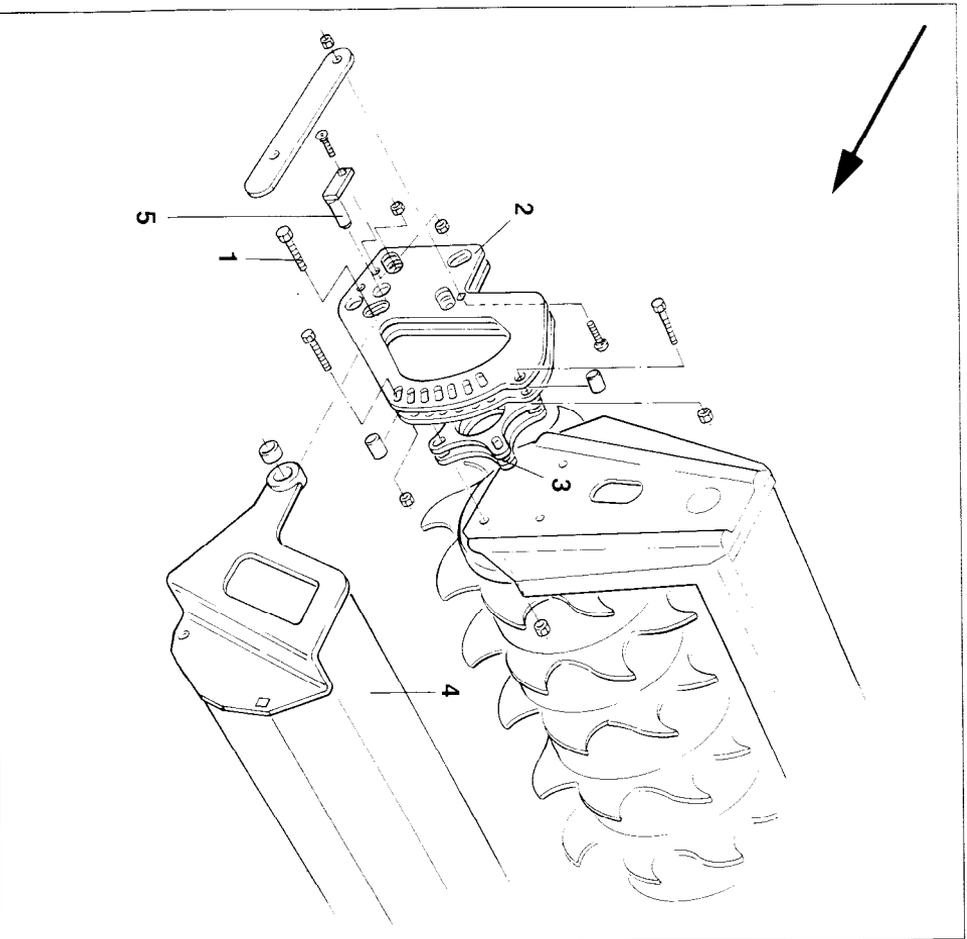

Fig. 9.5
- Walze so abstützen, daß die Walze nicht wegrollen kann. Die vier Skt.-Schrauben (Fig. 9.5/1), mit denen die Lager befestigt sind, herausschrauben. Vorhandene Skt.-Schrauben (Fig. 9.5/1) wie folgt austauschen:
- Verstellsegmente (Fig. 9.5/2) mit Distanzstücken (Fig. 9.5/3) an der Packerwalze befestigen. Die Anzahl der benötigten Distanzstücke richtet sich nach der Breite der Planierschiene und muß auf beiden Seiten gleich groß sein.
- Planierschiene (Fig. 9.5/4) zwischen die Platten der Verstellsegmente schieben und mit Anlenkbolzen (Fig. 9.5/5) wie folgt befestigen und sichern: